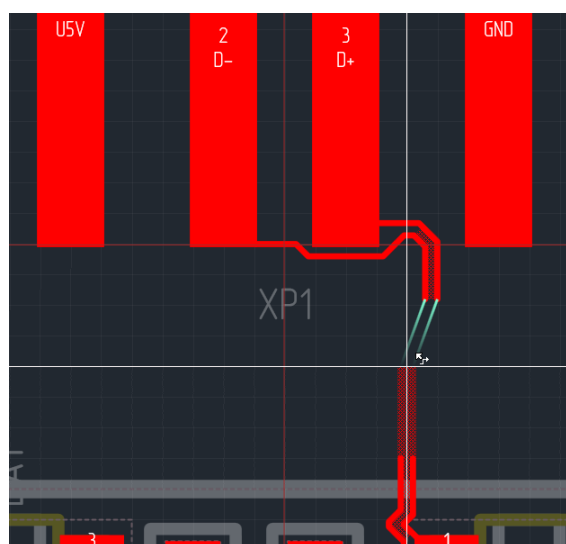

Рис. 258 Соединение двух участков диффпары
- Построить необходимое схождение как начальное, а затем соединить два участка линии, см. Рис. 258 (см. раздел Продолжение незавершенной диффпары).